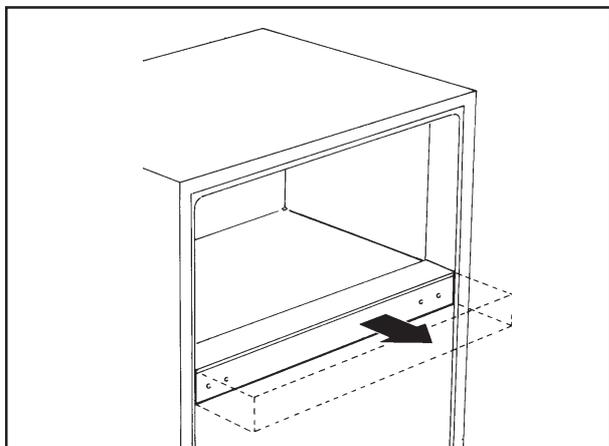

Fig.32
- f. Remova em conjunto, o Isolante e a Cobertura do Compartimento Separador. Para a remoção, puxe o conjunto para fora do Gabinete (Fig.32);